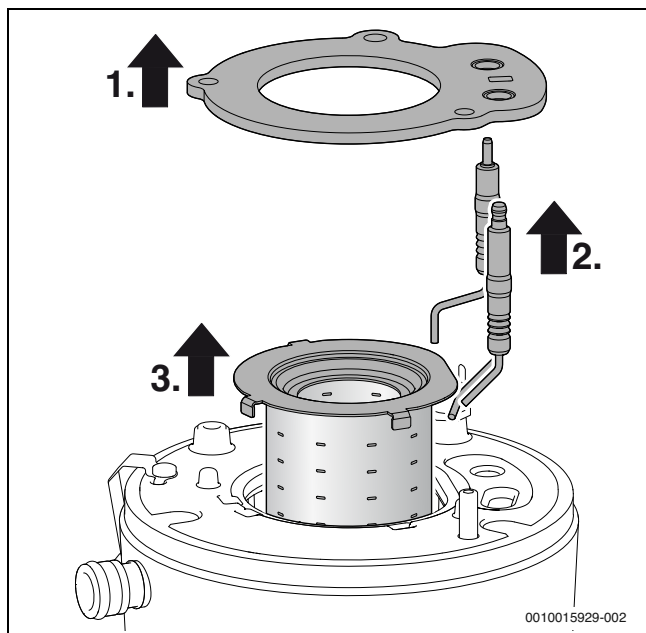

Рис. 84 Выньте горелку
- ▶ После каждого открытия горелки замените уплотнение (→ рис. 84, поз. [1]) и все другие уплотнения, которые могут быть повреждены во время проведения работ. (максимальный срок службы уплотнения горелки: 7,5 лет)